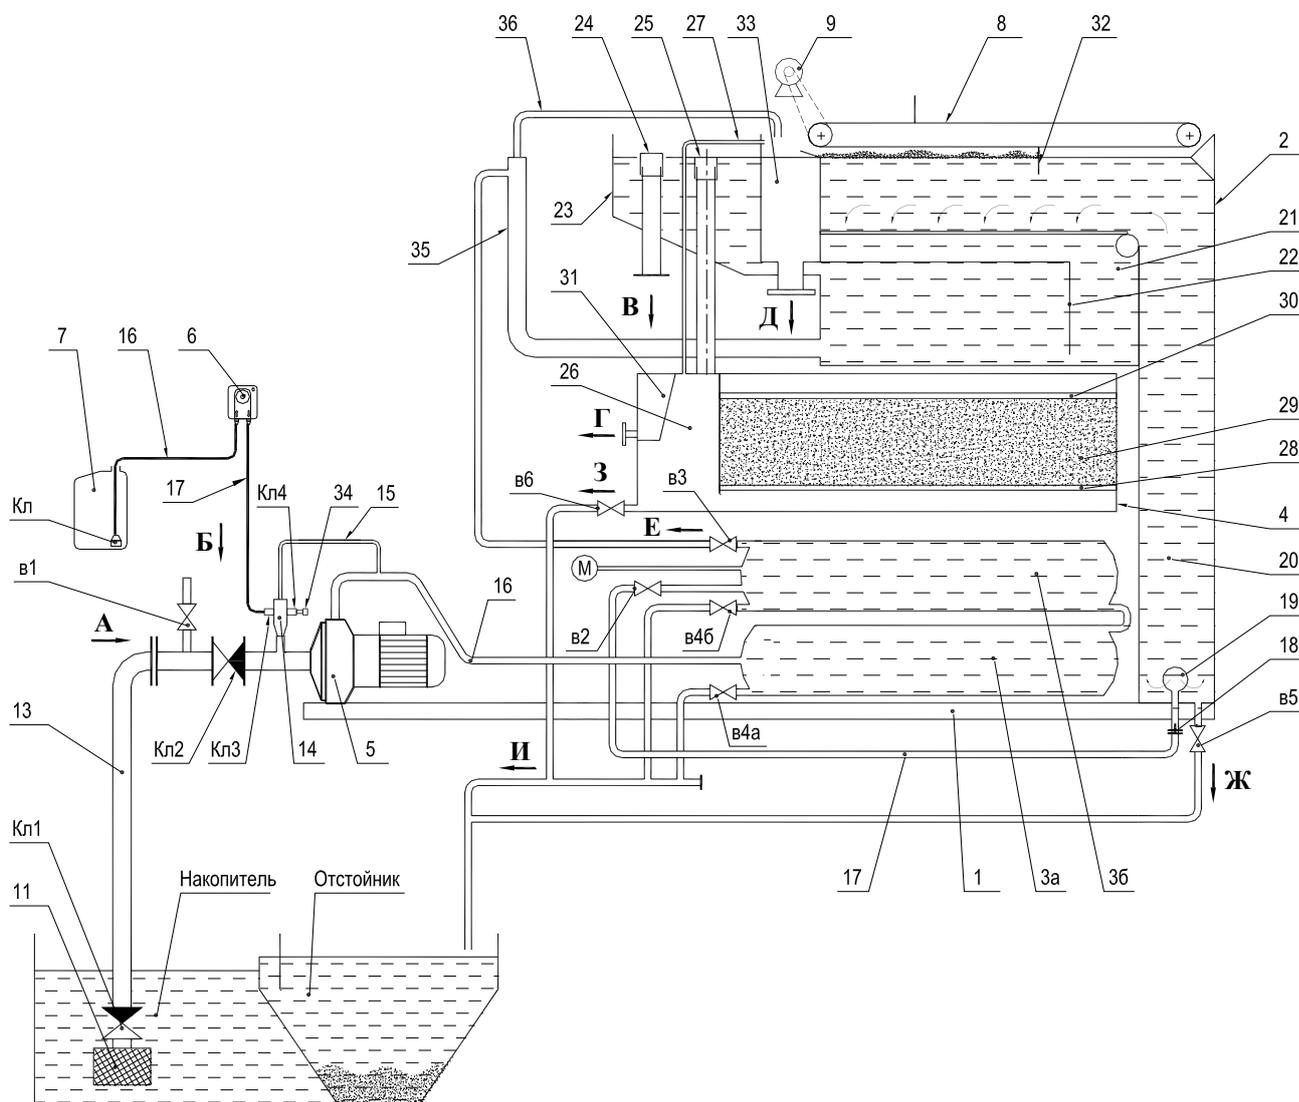

Рис.2. Технологическая схема установки ФФУ-20
Описание работы установки дано по технологической схеме рис. 2.
Правильность установки можно проверить при заполнении емкости водой. Выступающая часть шламового козырька в кармане **33** (см. рис. 2) должна быть одинаковой по всей длине.
5.7. Насос-дозатор **6** закрепить на кронштейне с правой стороны установки. Трубки подачи реагента **16, 17** соединить согласно схеме рис. 2. Электропитание дозатора подключить в монтажную коробку.
6.2. Закрыть краны **в4_{а,б}, в5, в6** (рис.2), закрыть дроссель **34**.